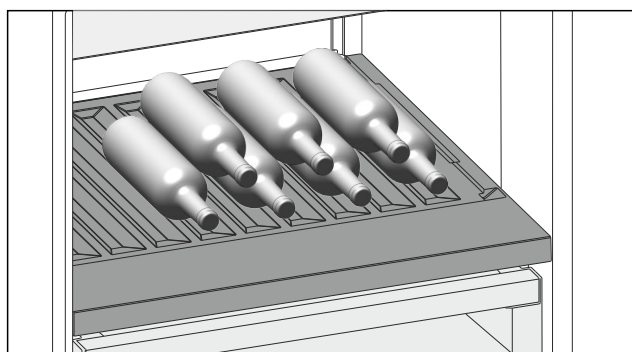

Fig. 163
- ▶ 将瓶底向后对着后壁放入瓶子。(参见 Fig. 163)